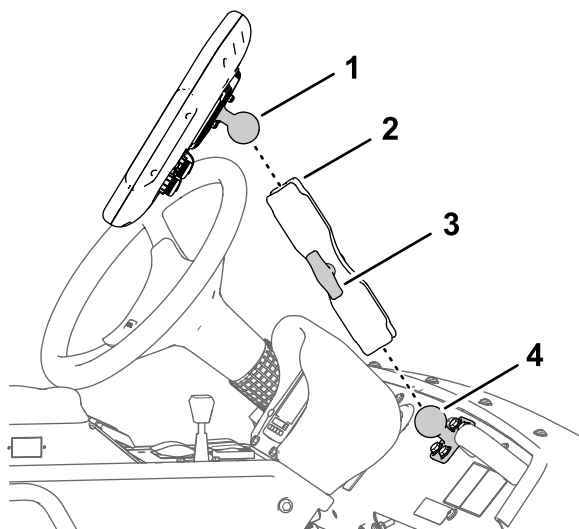

Figure 131
- Desserrez le bouton du bras du moniteur jusqu'à ce que vous puissiez passer la rotule pour la fixation au dos du moniteur et la rotule pour le support sur la planche de bord dans le bras creux du moniteur (Figure 131).
- 4. Depuis le siège du conducteur (siège gauche), réglez la position du moniteur de pulvérisation de manière à voir facilement l'écran d'affichage (Figure 131).
- 5. Serrez le bouton du bras du moniteur à la main (Figure 131).